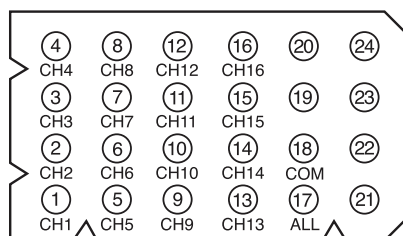

Рисунок 1
3. Подключите удаленные микрофонные панели RM-616 к разъемам RM1, RM2 (см. рисунок 1) с помощью кабелей, входящих в комплект ECS-616.